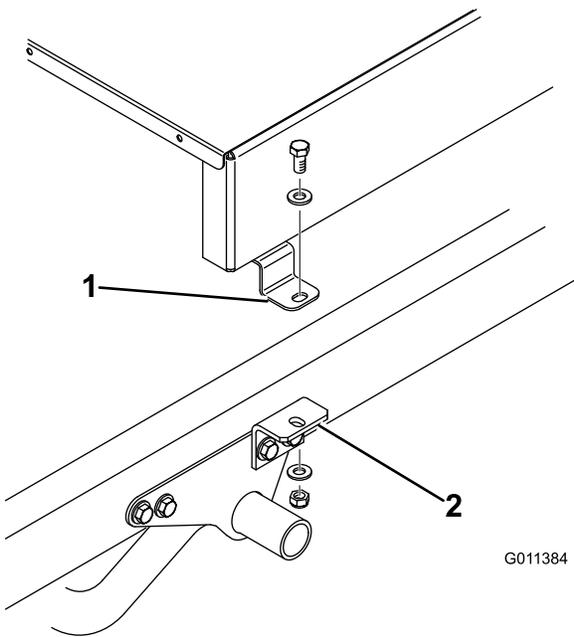
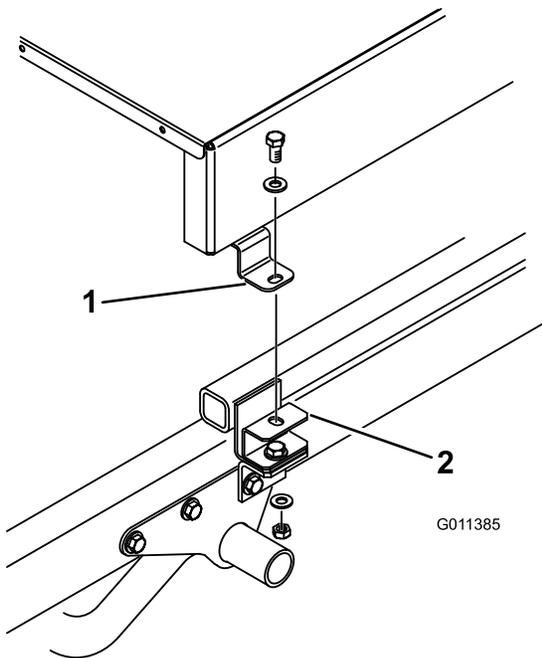

图9
图10
- 用 1/2 x 1 英寸平头螺丝、2个扁平垫圈和锁紧螺母将各个附件支架的顶部图9或垫片安装架图10松松地固定到铺沙机各侧的安装凸耳上。拧紧所有紧固件。